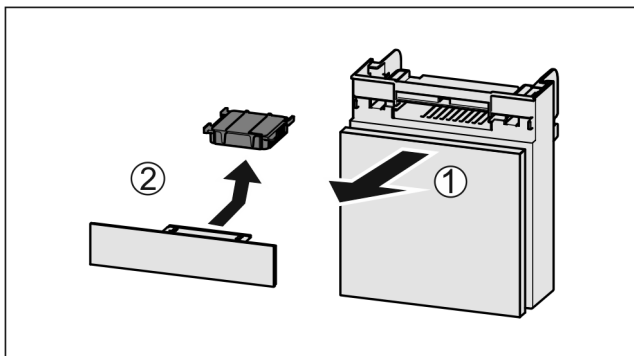

Fig. 270
- ▶ Вытянуть Fig. 270 (1) отделение движением вперед.
- ▶ Извлечение Fig. 270 (2) фильтра с активированным углем.